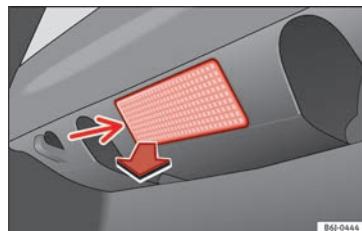

Bild 118 Bakluckeljus.
- Ta ut glödlampan genom att trycka på insidans kant med den flata sidan av en skruvmejsel » **bild 118**.